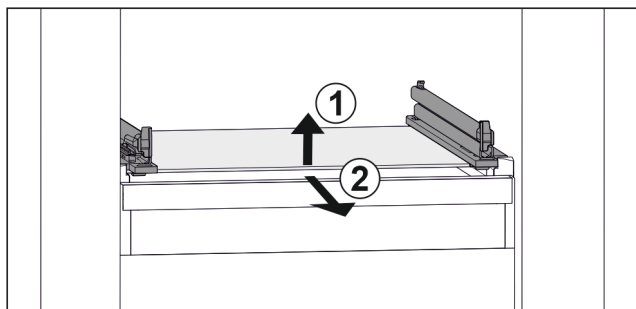

Fig. 133 Príklad zobrazenia sklenenej dosky
- ▶ Nadvihnite sklenenú dosku vpredu. Fig. 133 (1)
- ▶ Odoberte sklenenú dosku dopredu. Fig. 133 (2)